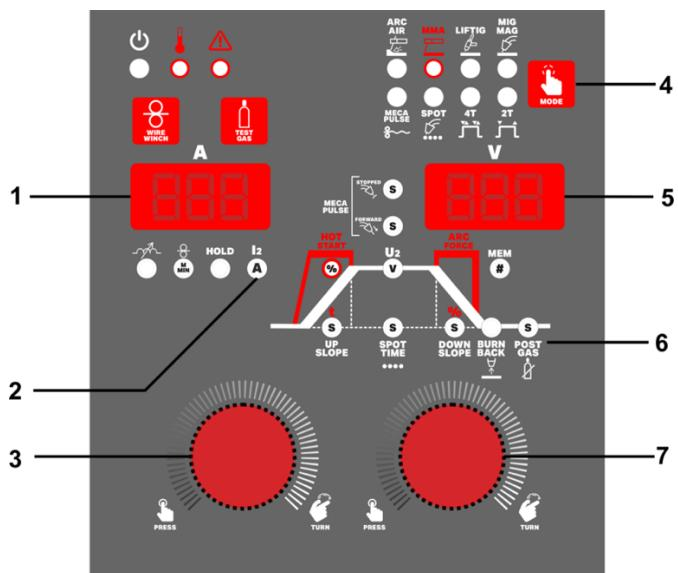

Fig.8
- Selecteer MMA (staafelekrode) lassen door op modustoets 4 (Afb. 8) te drukken totdat de MMA LED oplicht.